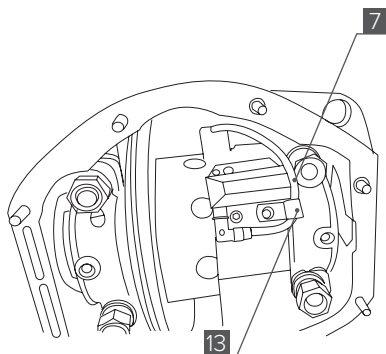

Рис. 15
12. Соедините фитинг проходной [6] с фитингом пневмопривода [2] трубкой [7] (Рис. 15).
- ⚠ ВАЖНО: Убедитесь, что трубка, проведенная между фитингами, не касается подвижных частей редуктора. Воспользуйтесь хомутиком [13] для фиксации трассы трубки, как показано на Рис. 15.**